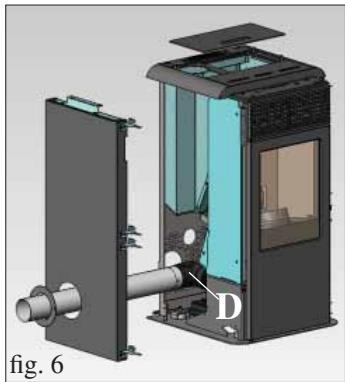

fig. 6
Montér samlingsdelen med det medfølgende spændeband på røgspiralen munding (D - fig. 6).
Fjern membranen, der er skåret på forhånd, fra metalpladesiden så røgudledningsrøret (medfølger ikke) kan passere (fig. 6).
Tjek den lodrette justering af de keramiske sidepaneler (C) og foretag de nødvendige justeringer ved hjælp af skruerne i toppen (V - fig. 5) og inde i brændeovnen ved hjælp af skruerne (R - fig. 6/7).
NB: Før du gør dette, skal du afmontere det galvaniserede panel (Z - fig. 6/7) på begge sider og skrure skruerne (T - fig. 6/7) ud.